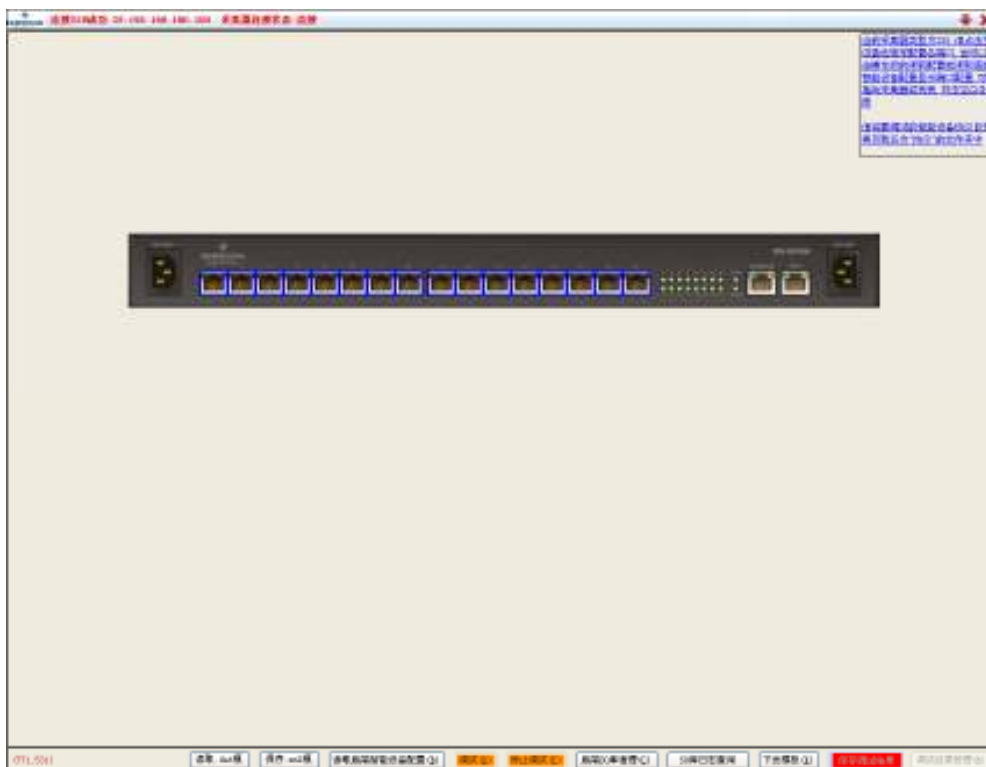
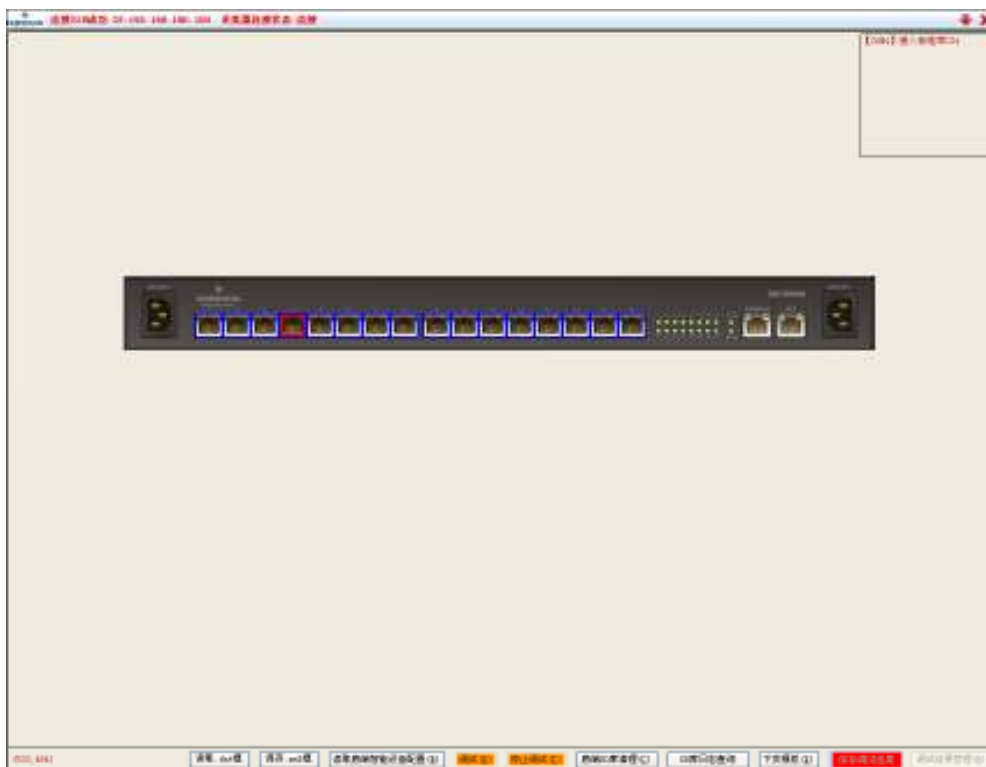
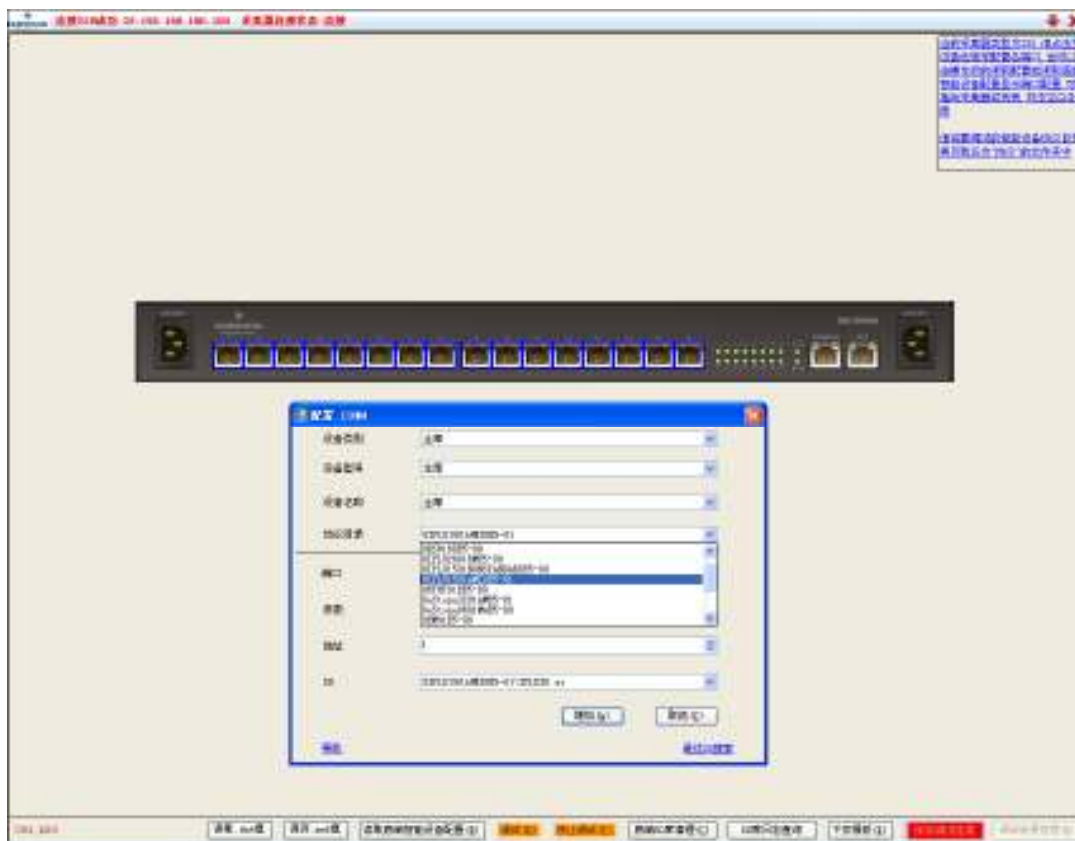

图4-7 BottomDebugTool 软件主窗口
图4-8 选择串口
图4-9 智能设备（IPLU1501）配置窗口
1. 登录采集器后，屏幕显示图 4-7 所示 BottomDebugTool 软件主窗口。
2. 在图 4-7所示 BottomDebugTool 软件主窗口中，选择所连接智能设备（以 IPLU1501 为例）对应的串口 4，选中的串口以高亮显示，如图 4-8所示。
3. 点击图 4-8所示串口 4 后，屏幕将弹出智能设备配置窗口，如图 4-9所示。
4. 在图 4-9所示智能设备配置窗口选择串口 4 所连接的智能设备的设备类别、设备型号、设备名称和协议目录，并输入设备名、通信参数和地址，显示如图 4-10所示。